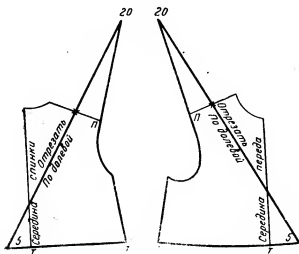

Рис. 184. Нанесение линий фасона сарафана с bretelkami
**Спинка.** От точки Т (рис. 184, лев.) влево проводят горизонтальную линию и откладывают 5 см. Линию плеча спинки делят на две равные части и обозначают точкой деления. Затем кладут линейку на точку деления и на точку 5 и ведут линию по линейке от точки 5 через точку деления и выше линии плеча на 20 см. Точку 20 соединяют по линейке с точкой П.
**Полочка.** От точки Т (рис. 184, прав.) вправо проводят горизонтальную линию и откладывают 5 см. Линию плеча полочки делят на две равные части и обозначают точкой деления. Затем кладут линейку на точку деления и на точку 5 и ведут линию от точки 5 через точку деления и выше линии плеча на 20 см. Точку 20 соединяют по линейке с точкой П.